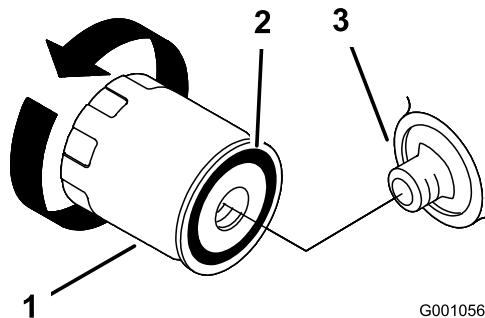

Figura 23
2. Retire el filtro usado y límpie con un paño la superficie de la junta del adaptador del filtro (Figura 23).
3. Aplique una capa fina de aceite nuevo a la junta de goma del filtro nuevo (Figura 23).
4. Instale el filtro de repuesto en el adaptador de filtro; gire el filtro en el sentido de las agujas del reloj hasta que la junta de goma entre en contacto con el adaptador del filtro, luego apriete el filtro de $\frac{2}{3}$ a 1 vuelta más (Figura 23).